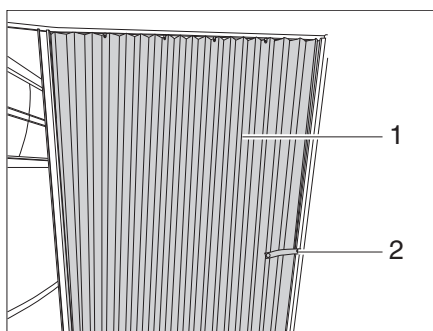

Fig. 86 Tenda pieghevole
- Staccare il nastro di sicurezza (Fig. 86,2).
- Tirare la tenda pieghevole (Fig. 86,1) in posizione chiusa.
- Portare la tenda pieghevole (Fig. 86,1) in posizione aperta.
- Fissare la tenda pieghevole con il nastro di sicurezza (Fig. 86,2).